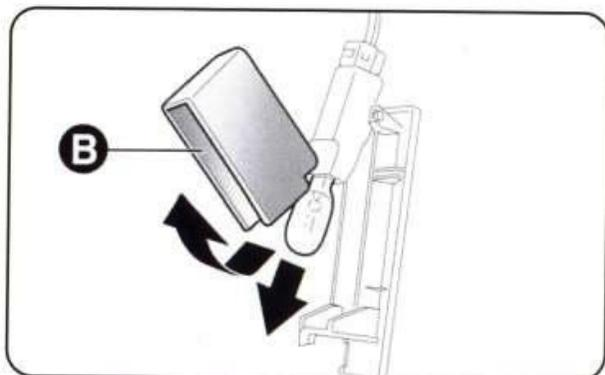

рис. 34
- снимите крышку В (рис. 34) и замените лампу;